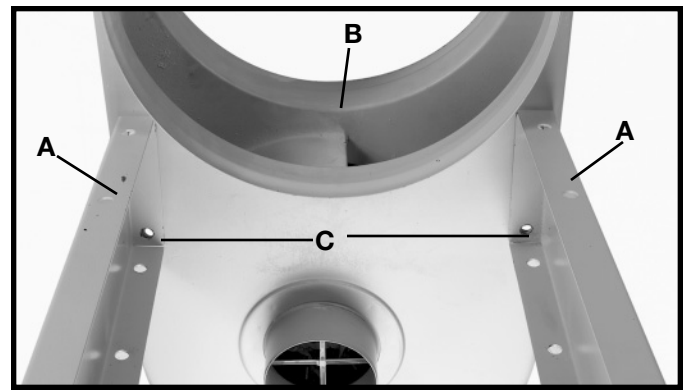

Fig. 8
2. Alinee los cuatro agujeros (A), Fig. 8, de la base con los cuatro agujeros (B) del conjunto de motor y soplador.